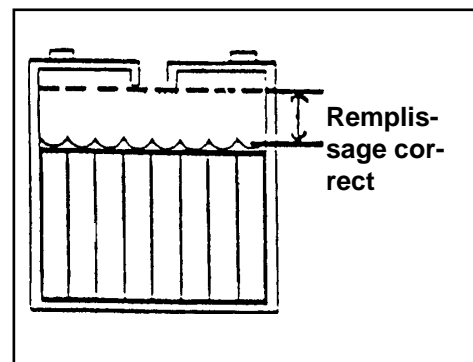

Figure 4
1. Veillez à maintenir en permanence un niveau d'électrolyte suffisant. Le niveau correct se situe entre 1/2 cm en-dessous du fond du tube de chacun des compartiments et au-dessus du sommet des plaques. Vérifiez le niveau d'électrolyte à chaque fois que vous rechargez les batteries (voir figure 4).